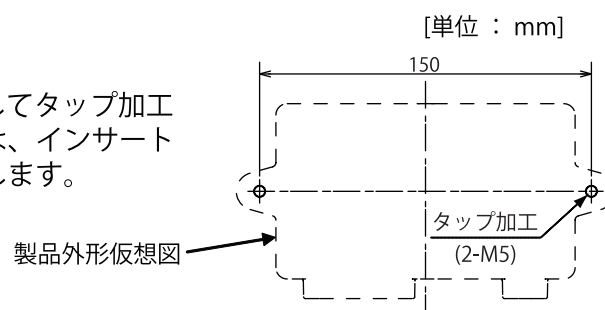

図7-4-1. 取付面寸法図
- ① 予め取付ける土台(車両)に図7-4-1を参考にしてタップ加工を施してください。樹脂部に取り付ける場合は、インサートナットなどの金属部品に締結することを推奨します。